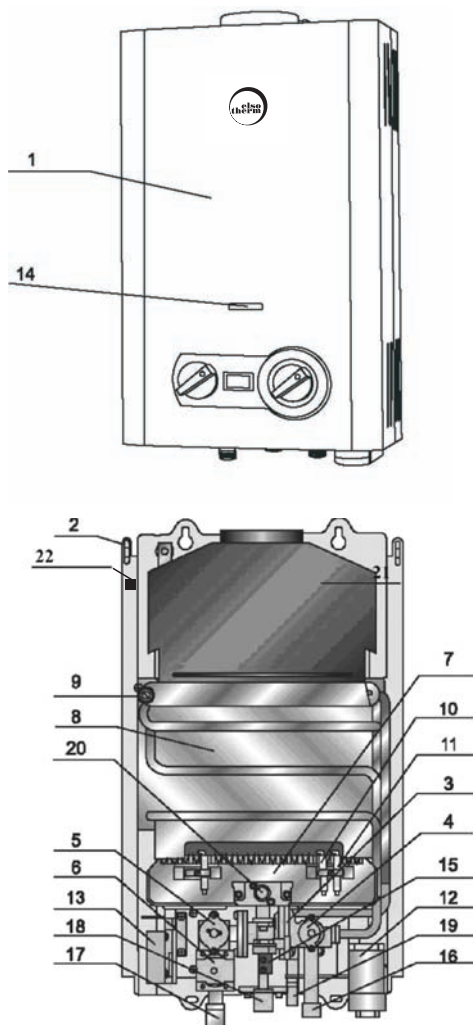

Рис.1 Внешний вид и внутреннее устройство аппарата
2.5.1 Аппарат настенного типа имеет прямоугольную форму, образуемую съемной облицовкой 1, установленной на каркасе 2 (см. рис. 1)
— Узел газовойодяной (3) (см. рис. 1)